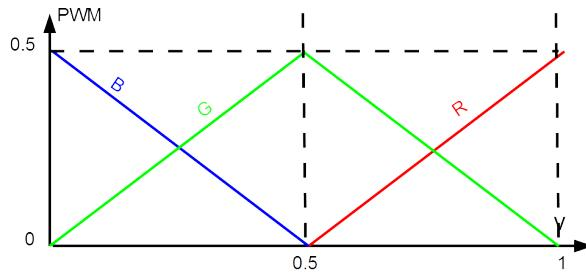

FIGURE 4 – Passage d'une valeur flottante aux valeurs RGB.
- (a) La figure 4 montre les fonctions permettant de passer de `po2` à R, G et B. Donner les équations de chacune des courbes.